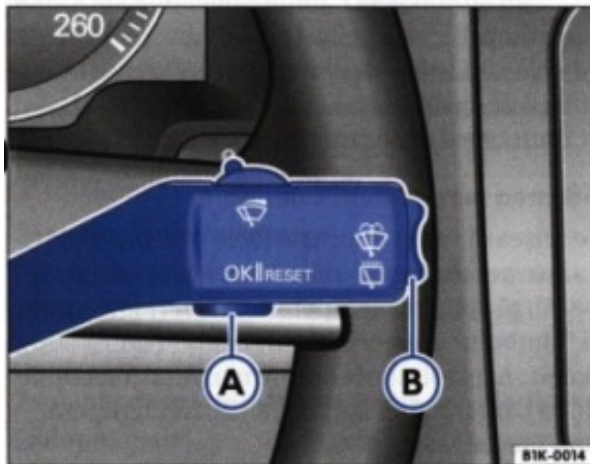

Fig. 9 Manetă pentru acționarea ștergătoarelor: Tasta ① și butonul basculant ②
afișaje: **SERVICE IN ...KM ODER ...TAGEN** (service în ...km sau ...zile). După cca. 20 secunde de la punerea contactului sau când motorul funcționează, indicația de service se stinge. Revenirea la afișajul normal se poate face apăsând pe tasta de resetare a contorului distanțelor scurte ⇒ pagina 11, fig. 9" ⑧.
În display-ul din tabloul de bord apar următoarele afișaje: **SERVICE IN ...KM ODER ...TAGEN** (service în ...km sau ...zile). După cca. 20 secunde de la punerea contactului sau când motorul funcționează, indicația de service se stinge. Revenirea la afișajul normal se poate face apăsând pe butonul de resetare a contorului distanțelor scurte sau apăsând butonul basculant al MFA ⇒ fig. 9 ⑧.
– Când contactul este pus, apăsați scurt tasta $\Rightarrow$ pagina 11, fig. 9" **A** din maneta ștergătoarelor de parbriz, pentru a face trecerea de la o memorie la alta.
În indicatorul multifuncțional (MFA) puteți selecta, prin acționarea tastei basculante $\Rightarrow$ pagina 11, fig. 9" **B** din maneta ștergătoarelor, următoarele afișaje: